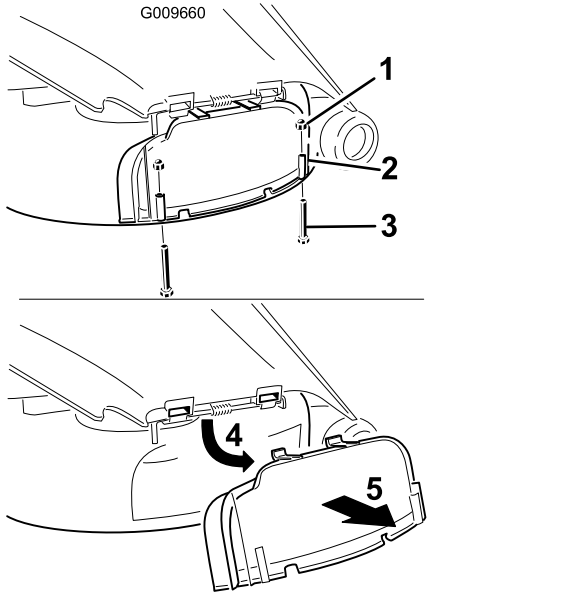

Bild 20
- Entfernen Sie die zwei Schrauben und Muttern, mit denen die Abdeckung des Auswurfkanals am Mähwerk befestigt ist (Bild 20).